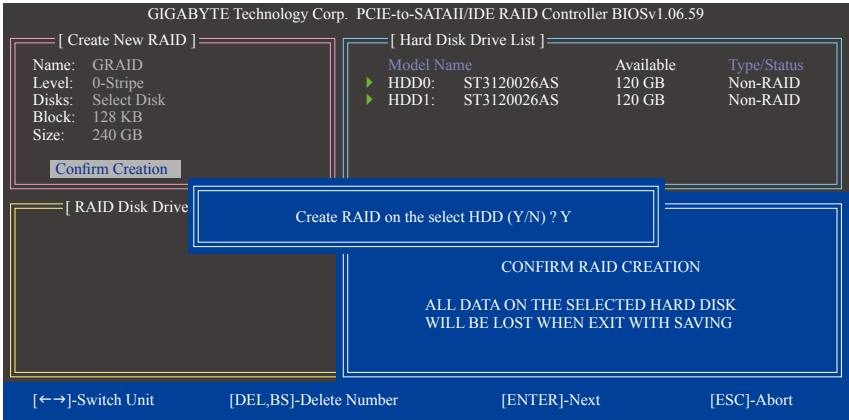

图7
6. 确认建立磁盘阵列(Confirm Creation): 完成以上设置后光标将自动跳到「 Confirm Creation」项目, 请按<Enter>键, 当确认数据出现时, 确定制作磁盘阵列请按<Y>, 取消请按<N> (图7)。